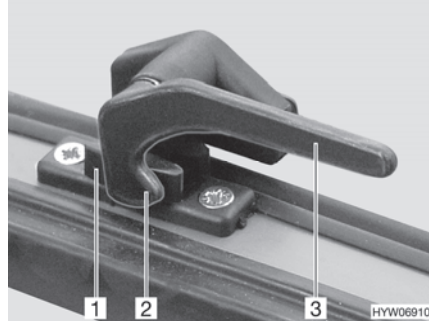

Bild 68 Verriegelungshebel in Stellung "geschlossen"
- Den Verriegelungshebel (Bild 68,3) eine viertel Umdrehung zur Fenstermitte hin drehen.
- Den Verriegelungshebel (Bild 68,3) eine viertel Umdrehung zum Fensterrahmen hin drehen. Die Verriegelungsnase (Bild 68,2) liegt auf der Innenseite der Fensterverriegelung (Bild 68,1).
- in Stellung "fest verschlossen" (Bild 68)